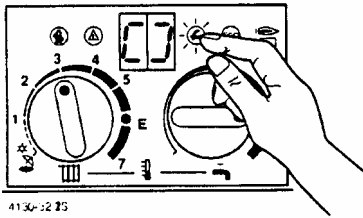

Рис. 42
- Нажать сервисную кнопку и держать до появления на дисплее “[]”, рис. 42.